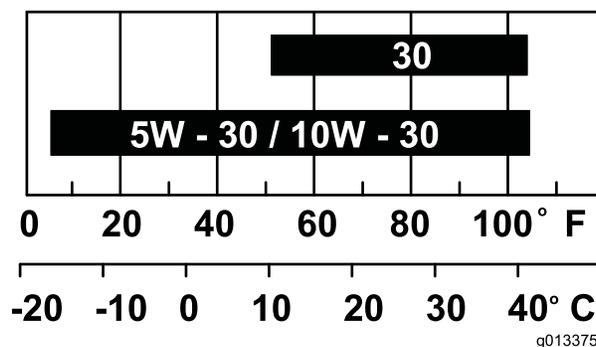

Figura 14
**Viscosità:** vedere la tabella sottostante (Figura 14).